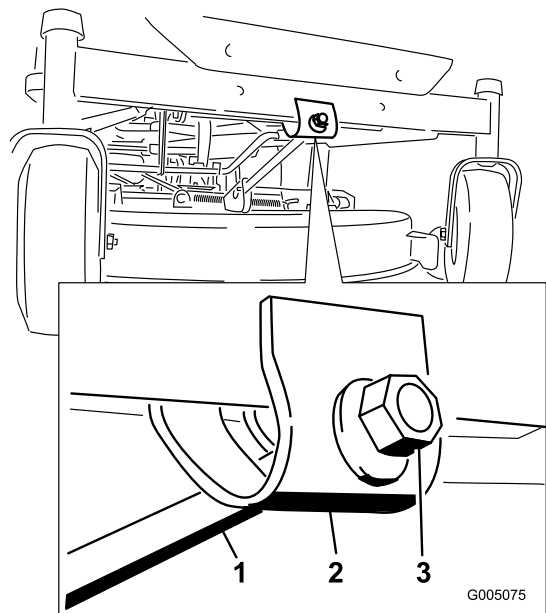

Bild 51
6. Drehen Sie für das Einstellen der Schnitmesserneigung in Längsrichtung die Einstellmutter vorne am Mähwerk (Bild 51).